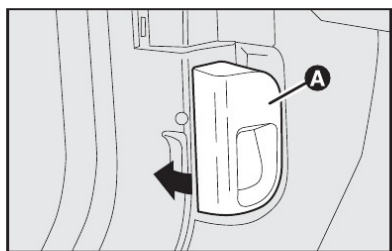

fig. 113
- 1) puxar a alavanca **A-fig. 113**.